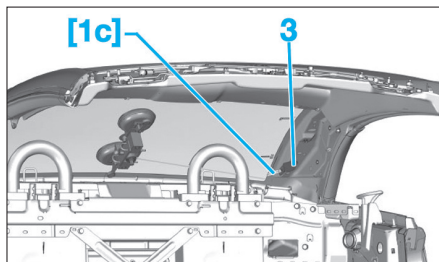

FIG. 49
- Fixer le fil tranchant [1c] sur le support (3) (Fig.49).